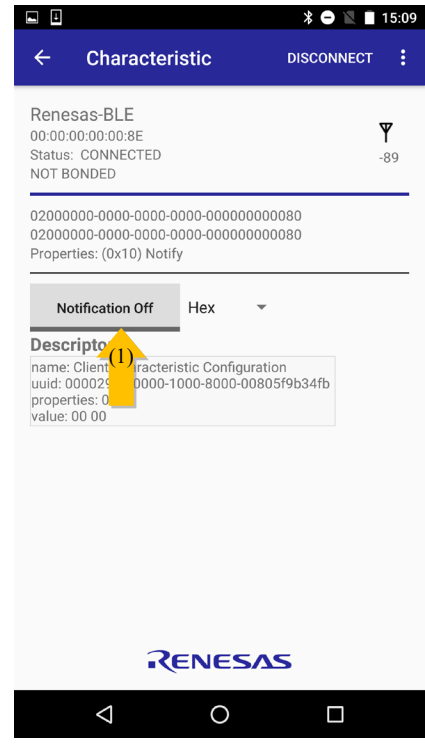

図 A3
4. [Notification Off]を選択し、Notification を有効化します。（図 A3 の矢印 1）